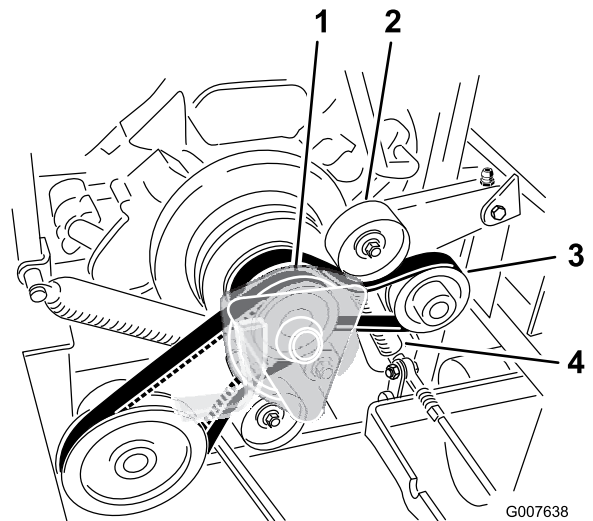

Figure 65
3. Décrochez le ressort du bras de la poulie de tension (Figure 65).
4. Montez la courroie neuve sur les poulies du moteur et des pompes hydrauliques (Figure 65).
6. Raccrochez le ressort au bras de la poulie de tension (Figure 65).